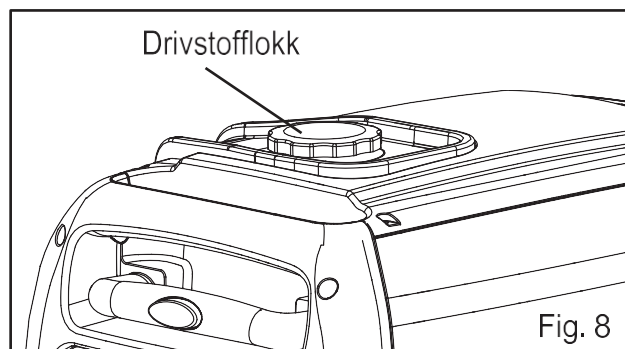

Fig. 8
1. Forsikre deg om at generatoren er slått av og på et jevnt underlag. Skru av drivstofflokket (fig. 8) og sett det til side. Drivstofflokket kan være tett og vanskelig å skru av.